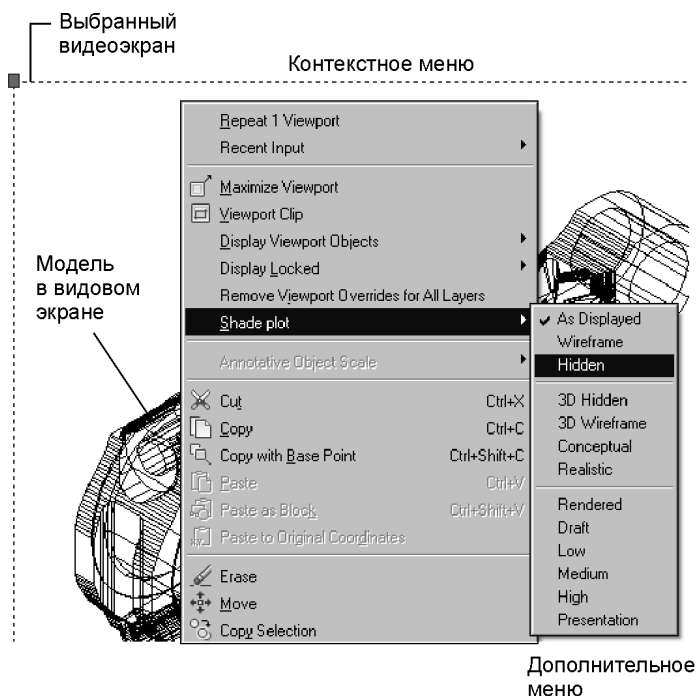

Рис. 12.9. Контекстное меню при выборе печати со скрытыми линиями
9. Нажмите правую кнопку мыши для вызова контекстного меню, в котором выберите пункт **Shade plot** (Визуализация при печати), а затем из дополнительного меню — **Hidden** (Скрытие линий) (рис. 12.9).